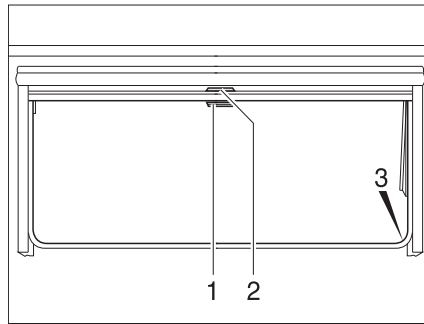

Bild 58 Ausstellfenster
- Verdunklungsrollo am Griff (Bild 58,2) nach unten ziehen. Wenn das Verdunklungsrollo ganz geschlossen wird, das Verdunklungsrollo auf beiden Seiten am Fensterrahmen in die Arretierung (Bild 58,3) einhängen.
- Wenn das Verdunklungsrollo vollständig geschlossen ist: Den Griff (Bild 58,2) nach unten drücken und den Griff dabei leicht nach innen ziehen. Das Verdunklungsrollo aus den Arretierungen links und rechts am Fensterrahmen aushängen.
- Wenn sich das Verdunklungsrollo in Zwischenposition befindet: Den Griff (Bild 58,2) leicht nach unten ziehen, bis sich die Arretierung gelöst hat.
- Insektenschutzrollo am Griff (Bild 58,1) nach unten ziehen und auf beiden Seiten am Fensterrahmen in die Arretierung (Bild 58,3) einhängen.
- Griff (Bild 58,1) nach unten drücken und den Griff dabei leicht nach innen ziehen. Das Insektenschutzrollo aus den Arretierungen links und rechts am Fensterrahmen aushängen.